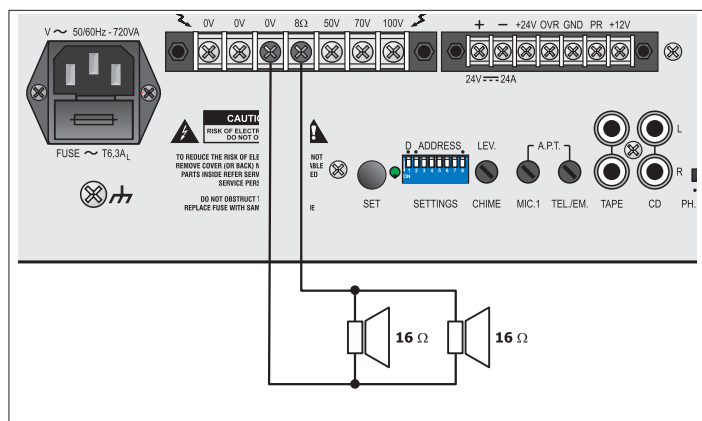
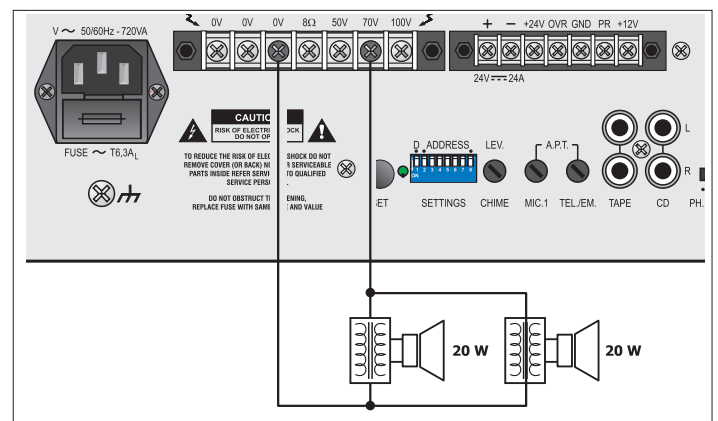

Fig. 4.13.1
Fig. 4.13.2
Le uscite di potenza per i diffusori sono disponibili sulla morsetteria (33). È possibile realizzare un impianto di diffusione sonora utilizzando sia diffusori a bassa impedenza (fig. 4.13.1), sia diffusori dotati di trasformatore di linea (fig. 4.13.2). In entrambi i casi il carico complessivo non deve essere tale da sovraccaricare l'amplificatore: non applicare cioè diffusori o gruppi di diffusori con impedenza più bassa di quella nominale della presa alla quale sono collegati.
The power outputs for the loudspeakers are available on the terminal strip (33). It is possible to set up a sound-broadcasting system using either low-impedance loudspeakers (fig. 4.13.1) or loudspeakers equipped with a line transformer (fig. 4.13.2). In both cases the overall load must not be such as to overload the amplifier. This means that you must not apply loudspeakers or groups of loudspeakers with an impedance lower than the rated impedance of the socket to which they are connected.